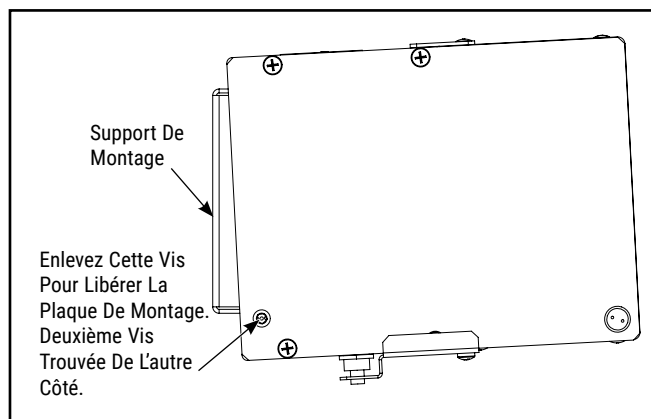
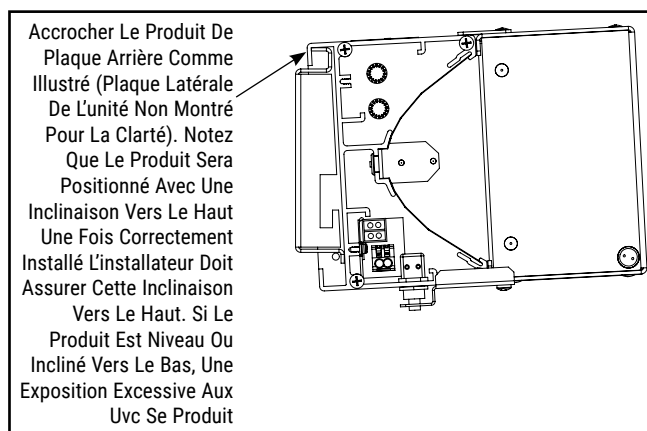

Figure 1.
Figure 3.
1. Retirez les deux vis de verrouillage des côtés du luminaire, une de chaque côté. Un bit de pilote est inclus avec le produit. Voir la Figure 1.
3. Effectuez les connexions de câblage CA à ce moment. Connectez le fil blanc au fil vert commun au terre et fil noir à 120 ou 277 volts. Poussez les écrous de fil et l'excédent de câblage dans la boîte de jonction. Repositionnez l'unité pour qu'elle soit suspendue à la plaque arrière, comme illustré à la figure 3. Remplacez les vis de fixation de la plaque latérale retirées précédemment. Voir la figure 1. Ces vis verrouillent le boîtier à la plaque arrière.